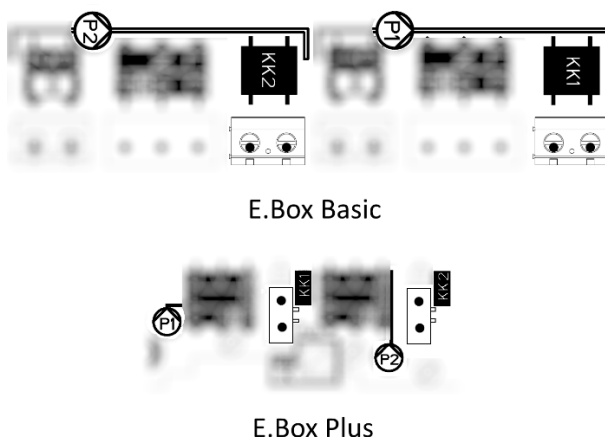

Abbildung 45: Eingänge Wärmeschutz KK
- **Motorwärmeschutz:** die Vorrichtung hat einen Eingang für den Wärmeschutz jedes Motors. Wenn der verwendete Motor mit einem Wärmeschutz ausgestattet ist, kann dieser an die Klemmen KK angeschlossen werden. Ist kein Wärmeschutz vorhanden, müssen die Klemmen überbrückt werden. Die Klemmen sind in der Abbildung 45 sichtbar.